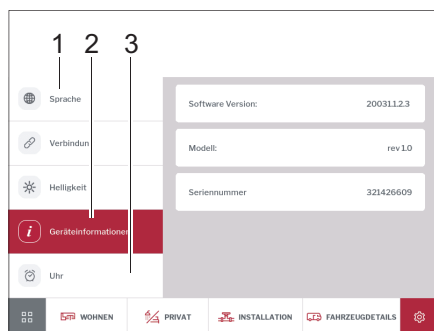

Fig. 271 Langue, Informations sur l'appareil, Heure
- Appuyer sur la touche *Langue* (Fig. 271,1) et régler la langue de l'écran souhaitée.
- Appuyer sur la touche *Heure* (Fig. 271,3) et régler l'heure de l'écran souhaitée.
- Appuyer sur la touche *Informations sur l'appareil* (Fig. 271,2). Des informations sur l'appareil (version du logiciel, modèle et numéro de série) s'affichent.